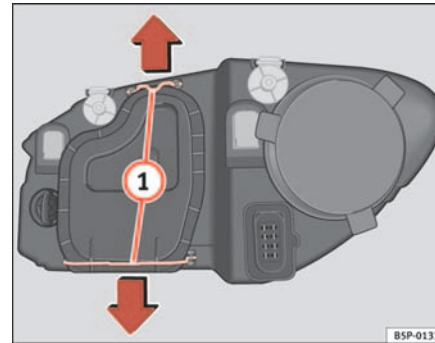

Abb. 182 Abblendlicht
- Die Streben ⇒ Seite 261, Abb. 182 ① in Pfeilrichtung verschieben und den Deckel abnehmen.